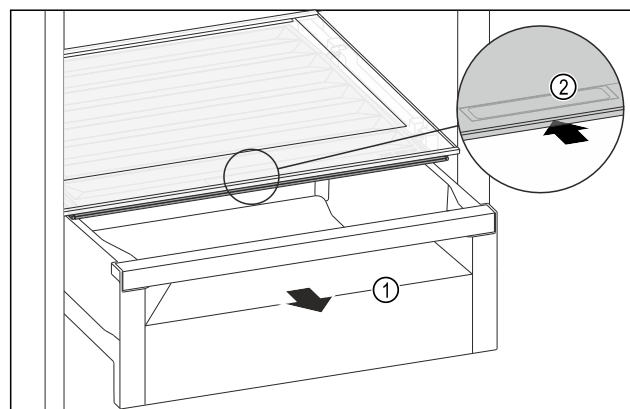

Fig. 172
- Schubfach Fig. 172 (1) herausziehen.
- Griffmulde Fig. 172 (2) am Fachdeckel anfassen und Fachdeckel gleichzeitig nach hinten schieben.